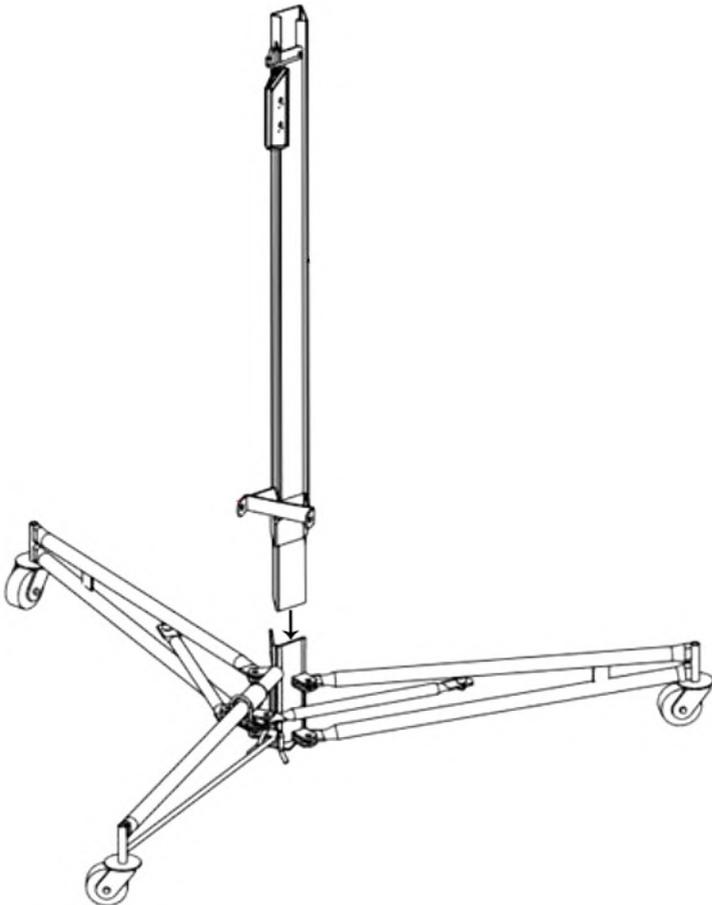

Bild 18
- Sätt ramhuset på de två "V"-vinklarna på stativbasen och sänk ramen tills den sitter fast i vinklarna. Innan du fortsätter ska du kontrollera att ramen är helt nedtryckt och att den hålls fast av vinklarna enligt fig. 18.